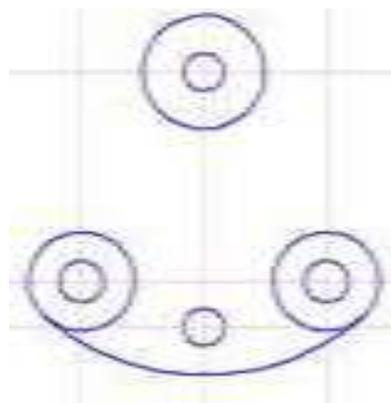

Рисунок 3.11 – Создание скруглений
11. Создайте внутреннее сопряжение. Для этого выберите **Скругление**, укажите радиус 115 мм. Щелкните ЛКМ на внешних сторонах окружностей (рисунок 3.11).